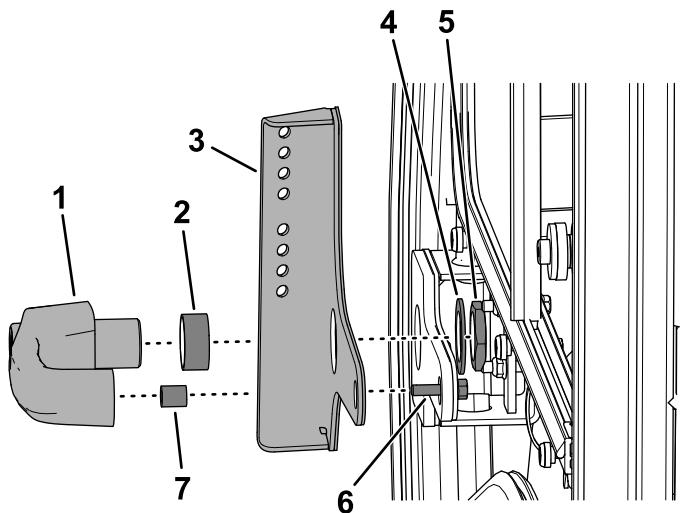

图4
5. 用粘附的镜子底座和之前拆下的安装螺母、垫圈、凸缘头螺栓  $6 \times 25\text{mm}$  和 2 个隔片安装门把手 图4。